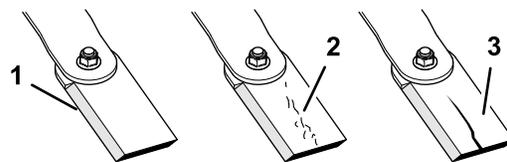

Рисунок 34
1. Осмотрите режущие кромки (Рисунок 34).
4. В случае обнаружения любых трещин или признаков износа незамедлительно установите новый нож (Рисунок 34).